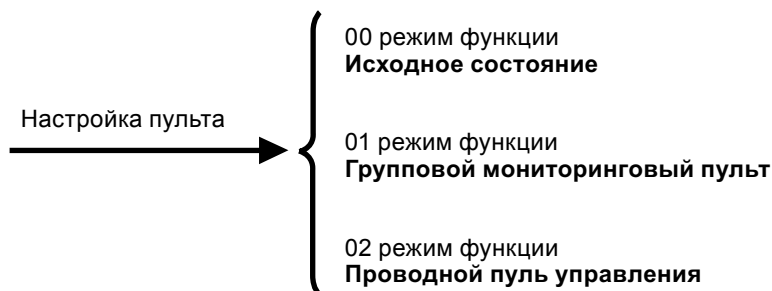
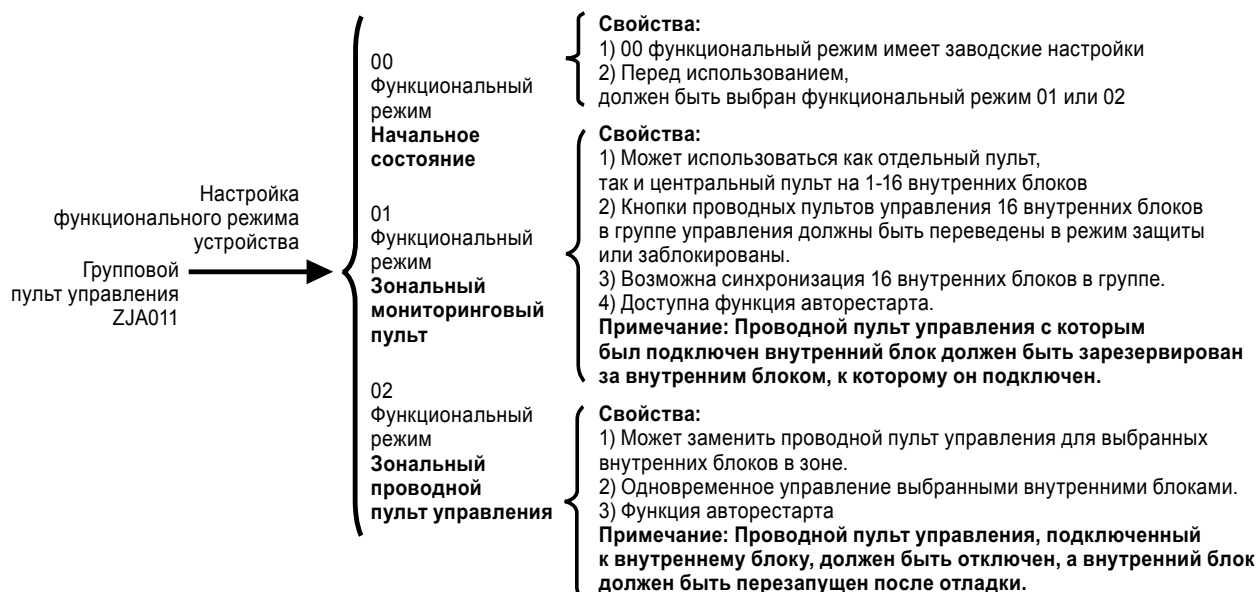

Рис. 6.11
Рис. 6.12 Схема настройки пульта
- На Рис. 6.11, Рис. 6.12 изображены схемы взаимодействия между зональным пультом управления, зональным мониторинговым пультом и зональным проводным пультом управления.